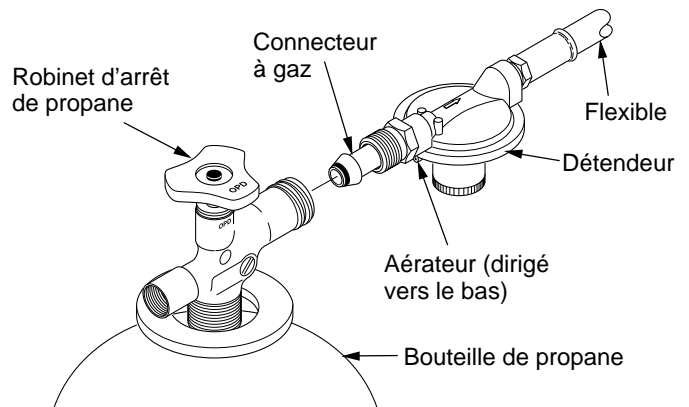

Figure 2 - Détendeur avec aérateur dirigé vers le bas
**IMPORTANT:** Positionner et serrer le détendeur de façon à ce que l'aérateur du détendeur soit dirigé vers le bas (voir la figure 2). Il est essentiel que l'aérateur soit en position correcte pour protéger le détendeur des intempéries.